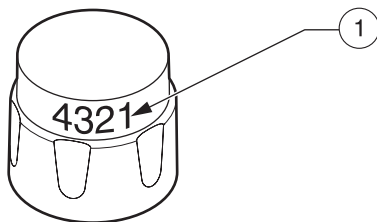

Abbildung 2 Sensorkappe
9. Vergewissern Sie sich, dass die aufgedruckte Produktkennziffer des neuen iButtons mit der Produktkennziffer der neuen Sensorkappe übereinstimmt (Abbildung 2).